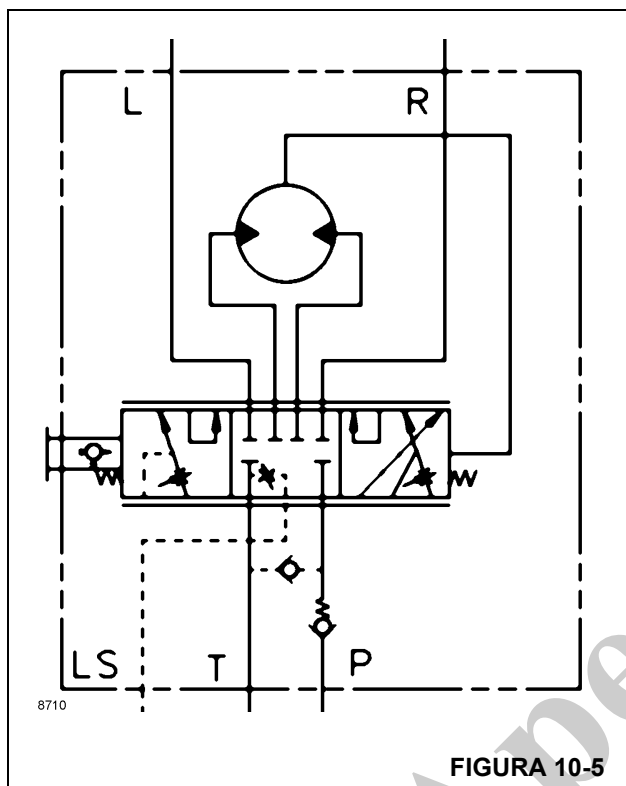

FIGURA 10-5
A direção hidrostática Figura 10-5 proporciona controle direcional e dosagem de óleo para controle preciso da direção. Na posição neutra ou de equilíbrio, quando o volante não está virado, o orifício de ENTRADA (P) é conectado ao orifício de SAÍDA (T) e o óleo da bomba retorna ao tanque
Figura 10-5. O óleo é bloqueado nas linhas pela interação do carretel e da luva. Molas de centralização mantêm o carretel e a luva em sua posição relativa. O carretel é acoplado ao volante e gira dentro da luva quando o volante é virado. As entradas correspondentes no carretel e na luva se alinham para medir o óleo vindo da bomba para o circuito de direção e também permitir o retorno ao tanque. Quando a luva alcança o carretel, a vazão de óleo para as linhas do cilindro de direção é bloqueada e o suprimento disponível da bomba retorna ao tanque.
Ao fazer uma curva à esquerda, a vazão da bomba entra no orifício P Figura 10-5. O gerotor recebe essa vazão e a desvia para o orifício L (curva à esquerda). A vazão de retorno dos cilindros de direção entra no orifício R e é retornada ao tanque através do orifício T.
Ao fazer uma curva à direita, a vazão da bomba entra no orifício P Figura 10-5. O gerotor recebe essa vazão e a desvia para o orifício R (curva à direita). A vazão de retorno dos cilindros de direção entra no orifício L e é retornada ao tanque através do orifício T.
O gerotor Figura 10-5 na direção hidrostática permite manobrar, com dificuldade, quando há perda de potência. Uma válvula de segurança entre os orifícios de ENTRADA e SAÍDA permite a recirculação do óleo para impedir a cavitação ao manobrar sem potência.